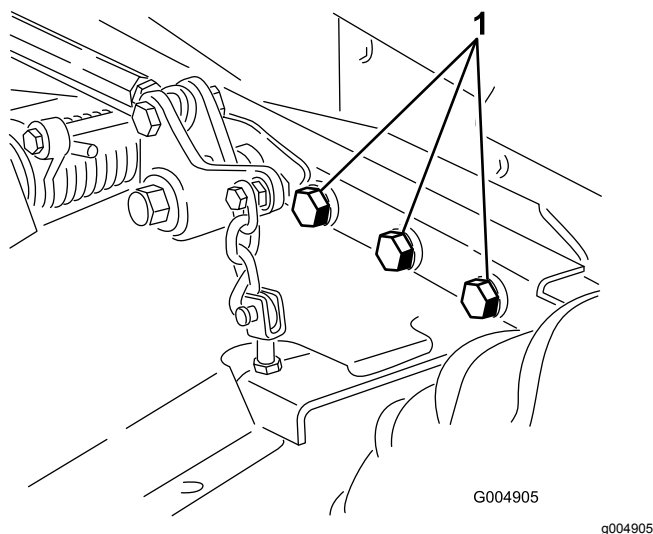

Figure 81
4. Vérifiez le serrage de toutes les fixations et resserrez-les au besoin. Serrez tout particulièrement les 6 boulons qui fixent le cadre du tablier de coupe au groupe de déplacement (Figure 81) à 359 N·m (265 pi-lb).